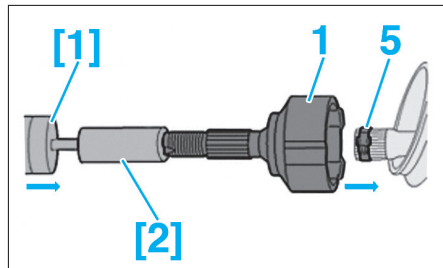

FIG. 9
- Reposer le bol (1) sur l'arbre à l'aide des outils [1] et [2] (Fig.9).
- Déposer le collier (5)
- Reposer le soufflet (5) sur le bol (1).